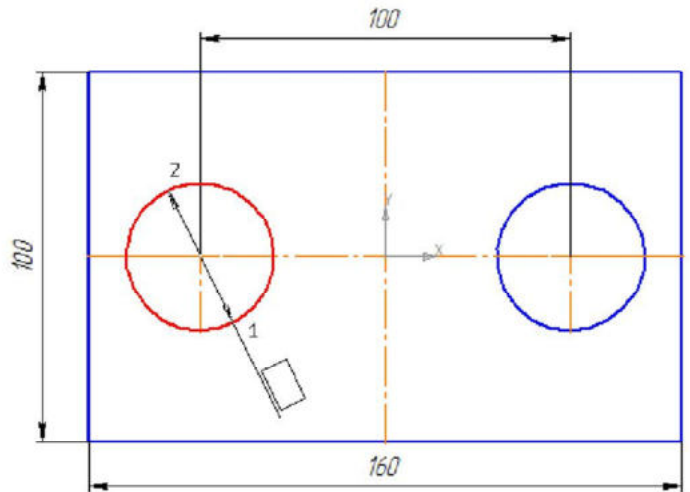

Рис. 15
- ☐ выберите команду  – **Диаметральный размер** и укажите курсором мыши базовую окружность или дугу (рис. 15);